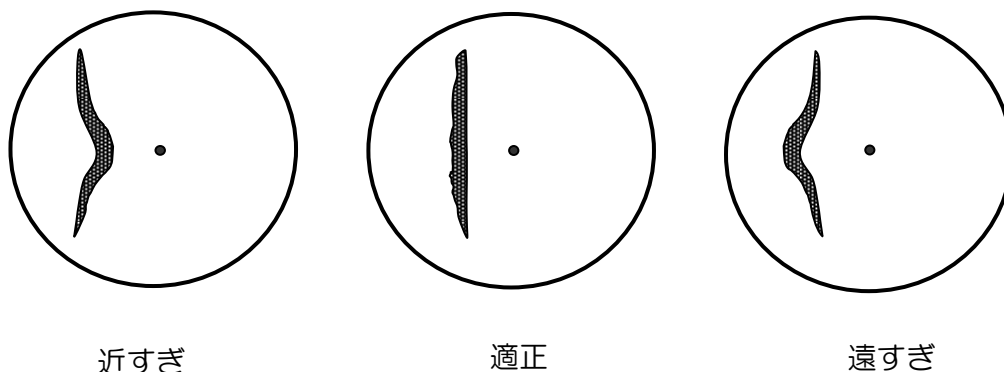

図 4.1 距離調整による映像表示
- (1) 送信画面の状態でレンジの[+]（もしくは[-]）キーを押して画面のレンジを0.125NMにします。
- (2) [メニュー]キーを押した後、設置時メニュー>距離調整>数値入力枠の末桁を反転表示させます。
- (3) ジョイスティックを上または下に操作して数値を変化させ、図 4.1 のように直線状の物標が直線に表示されるように調整してください。
- (4) 「決定」キーを押して、調整を終了してください。